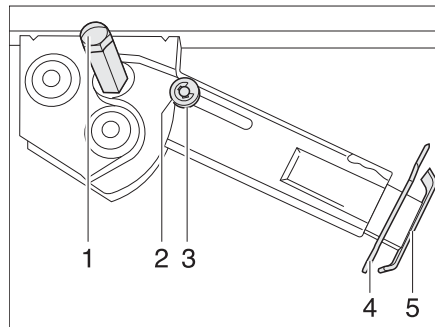

Bild 37 Hubstütze
- Am Sechskant (Bild 37,1) den Steckschlüssel aufstecken und drehen, bis die Hubstütze senkrecht nach unten steht.
- Splint (Bild 37,4) aus der Stützfußverlängerung (Bild 37,5) herausziehen.
- Am Sechskant (Bild 37,1) den Steckschlüssel aufstecken und drehen, bis die Hubstütze wieder vom Boden frei ist.
- Stützfußverlängerung (Bild 37,5) ganz einschieben und Splint (Bild 37,4) in die vorgesehene Bohrung an der Stützfußverlängerung stecken.
- Mit Steckschlüssel am Sechskant (Bild 37,1) drehen, bis Hubstütze nach oben geschwenkt und die Führungsscheibe (Bild 37,3) vollständig in die Kerbe (Bild 37,2) eingefahren ist.